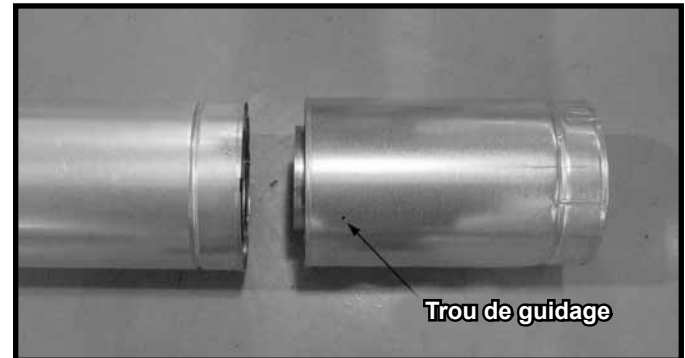

Figure 7.6 Trous de guidage de la section coulissante
- Faites glisser le conduit intérieur de la section coulissante dans le conduit intérieur de la section de conduit, et le conduit extérieur de la section coulissante par-dessus le conduit extérieur de la section de conduit. Voir la Figure 7.6.